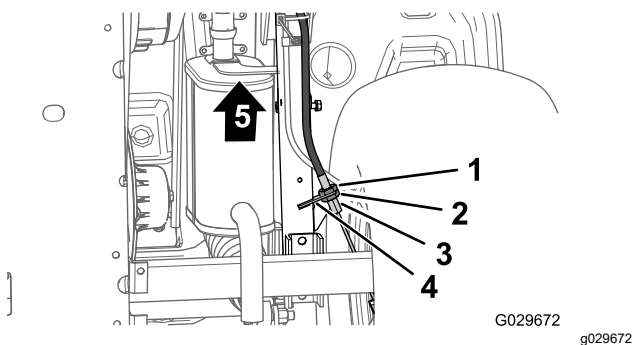

Bild 67
3. Lockern Sie an der Unterseite der Maschine die hintere Klemmmutter für den Gewindeeinsteller des Feststellbremszugs um vier Umdrehungen (Bild 67).
4. Ziehen Sie die vordere Klemmmutter an (Bild 67).
- A. Lockern Sie die vordere Klemmmutter (Bild 67) für den Gewindeeinsteller des Feststellbremszugs um eine Umdrehung.
- B. Ziehen Sie die hintere Klemmmutter an (Bild 67).
- A. Lockern Sie die hintere Klemmmutter (Bild 67) für den Gewindeeinsteller des Feststellbremszugs um eine Umdrehung.
- B. Ziehen Sie die vordere Klemmmutter an (Bild 67).